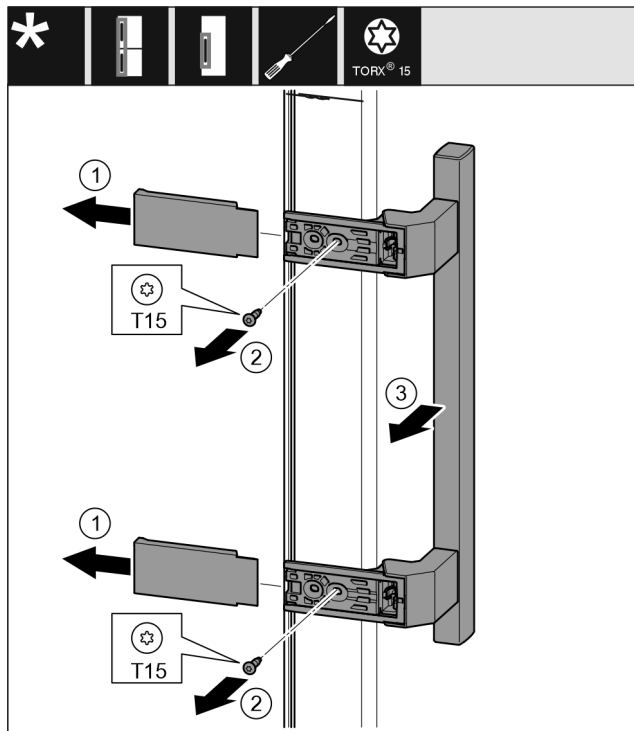

Fig. 17
- ▶ Свалете капака. Fig. 17 (1)
- ▶ Отвийте винтовете с отвертка T15. Fig. 17 (2)
- ▶ Свалете дръжката. Fig. 17 (3)
- ▶ С плоска отвертка внимателно повдигнете страничната тапа и я извадете. Fig. 17 (4)
- ▶ Отново поставете тапата от другата страна. Fig. 17 (5)